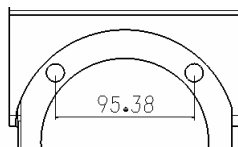

图 6-344
- » 步骤03 标注两个外形间的距离, 分别单击两个元素即可, 如图 6-344 即可。